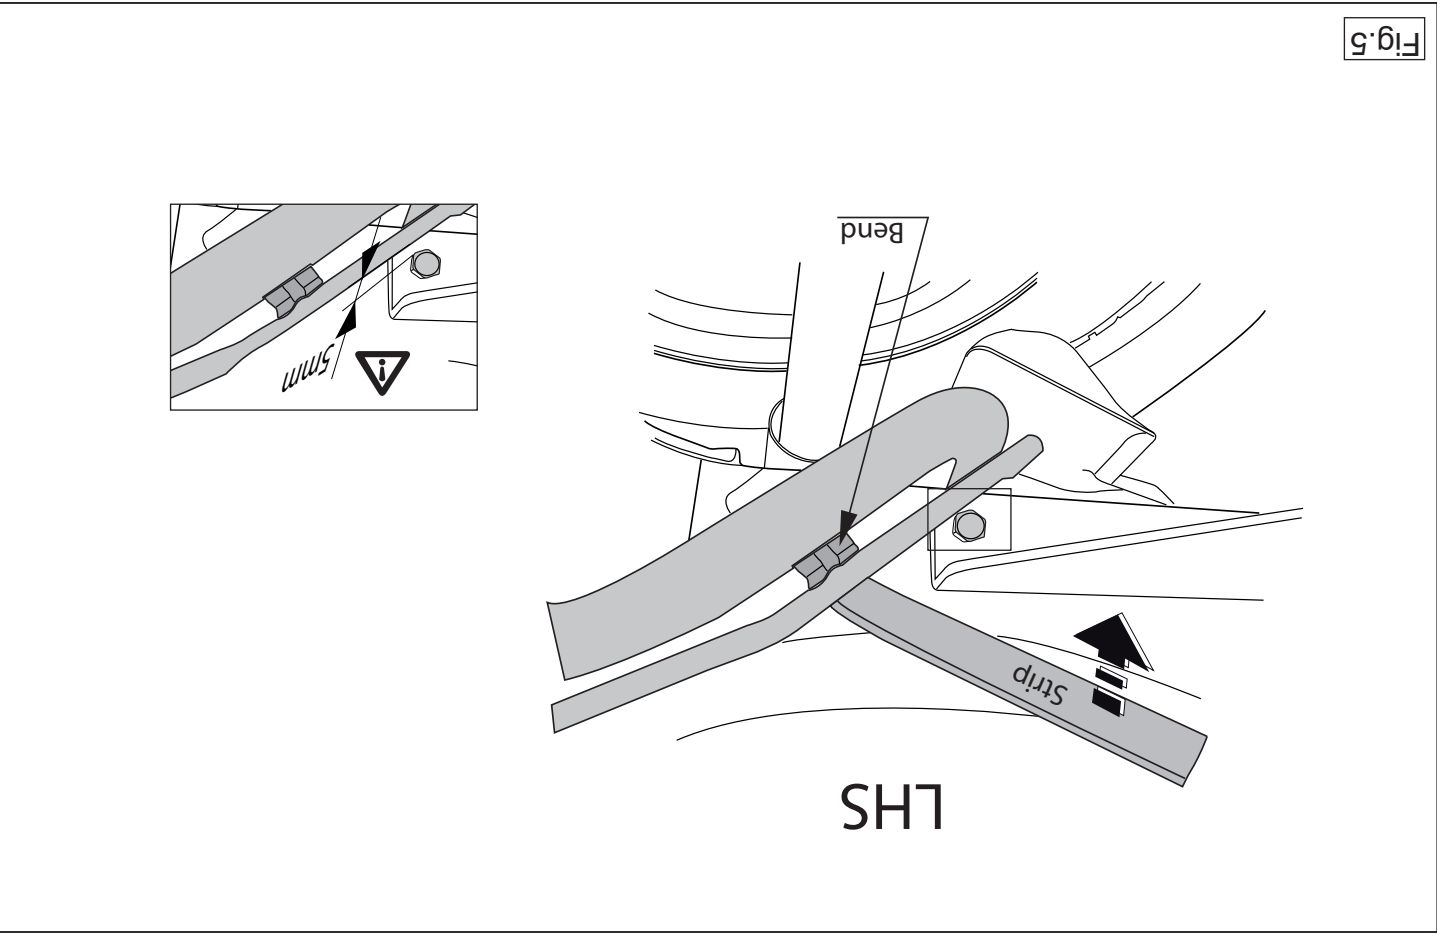

Fig.5
**28 Buig de ophangbeugel van de brandstofleiding en ontluuchtingsleiding om, zie fig. 5.**
- 28 **Bend the suspension bracket for the fuel filler pipe and bleeder pipe, see fig. 5.**
28 **Biegen Sie den Aufhängebügel für den Kraftstoffeinfüllstutzen und das Entlüfterrohr, siehe Abb. 5.**